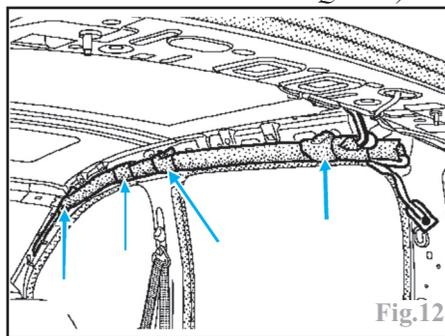

Fig.12
- Dégrafer le module d'airbag rideau et le dégager (Fig.12).